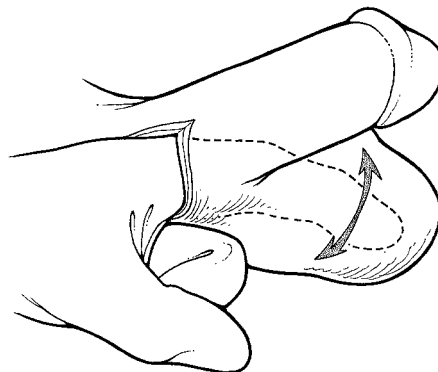

Figure 4-16a. Méthode infrapubienne : Dissection sans coupure
1. À l'aide d'une dissection sans coupure, formez une poche dans la portion du scrotum pendant le plus bas (**figures 4-16a et 4-1b**).